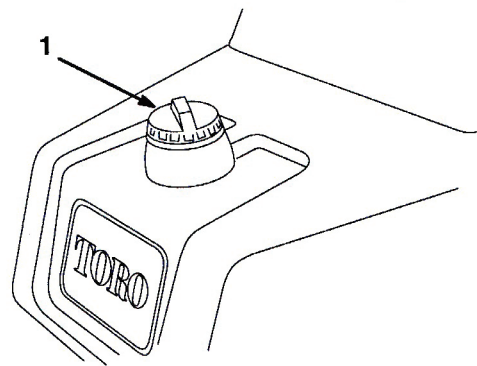

図15
1. 燃料タンクのキャップの周囲をきれいに拭いてからキャップを取る（図15）。燃料を補給する時は、タンク上面から約25 mm下のレベルを超えて給油しない。これは、温度が上昇して燃料は膨張したときにあふれないように空間を確保するためである。燃料タンク一杯に入れないこと。